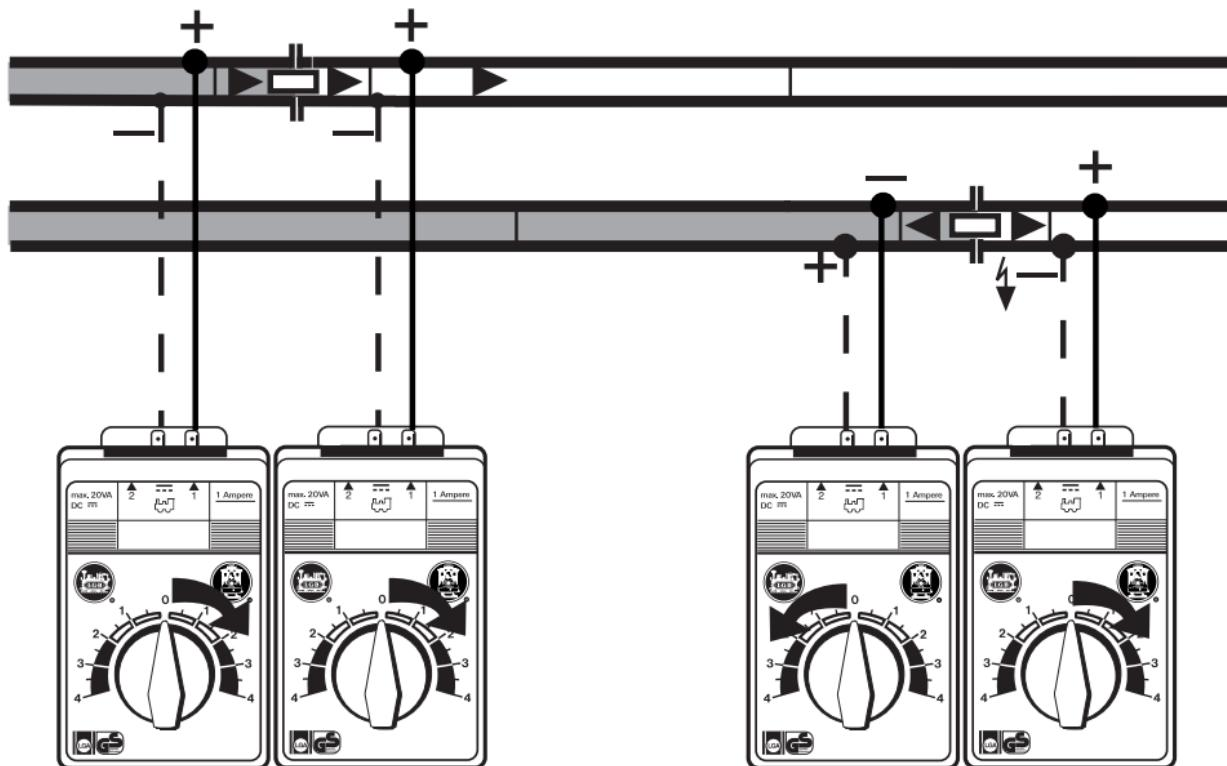

Bild 3, III. 3, Fig. 3
- Mit einem Trengleis (10152) und zwei LGB-Trafos können Sie zwei isolierte Streckenabschnitte bauen. Dann können Sie zwei Loks unabhängig voneinander fahren lassen (*Bild 3*).
- À l'aide d'une voie de séparation (10152) et de deux transformateurs LGB, vous pouvez constituer deux sections de ligne isolés. A présent, vous pouvez faire rouler deux locomotives simultanément et les commander indépendamment l'une de l'autre (*Fig. 3*).